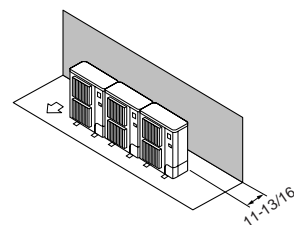

Fig. 2-8
- ① Obstáculos sólo en la parte trasera (Fig. 2-8)